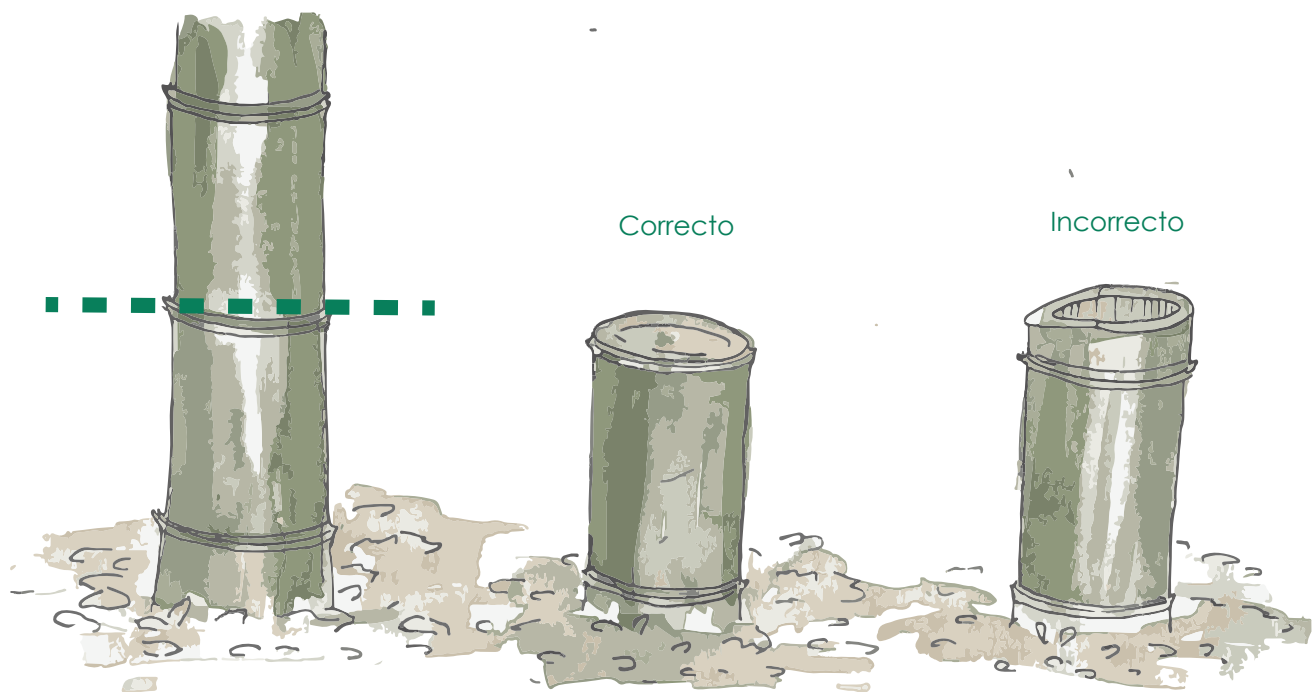

Figura 3. Corte de la caña en la mata.
3. Observar la rectitud de los culmos y clasificarlos por grados, después hacer una depuración analizando a detalle cada culmo descartando o moviendo de grado según sean las características, como se muestra en la figura 3.